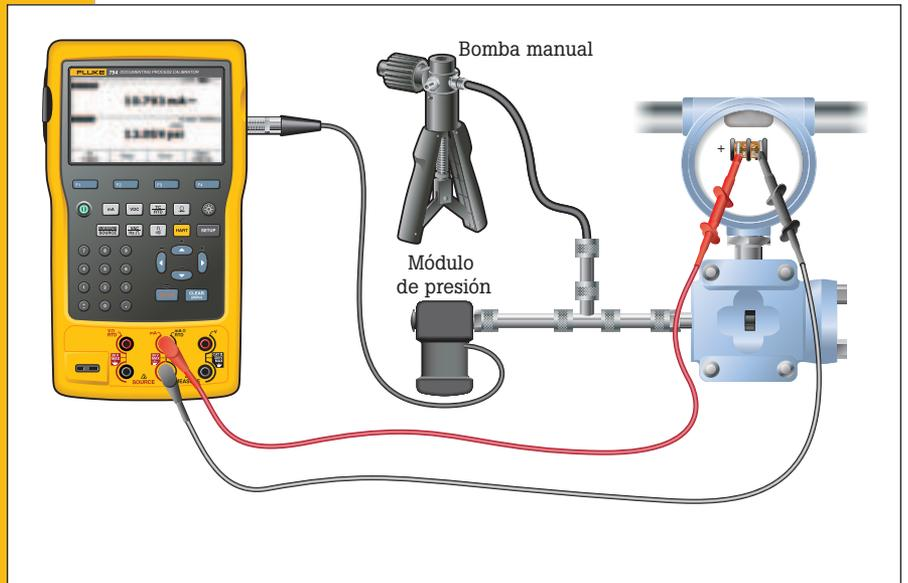

Figura 20.
- Conecte el módulo de presión al DPC. Conecte la entrada del P a I y la salida de una bomba manual de presión a la entrada del módulo de presión con un conector en T (Figura 20). Si está utilizando un módulo de presión diferencial, asegúrese (para este ejemplo) de que se trata de un módulo de 15 psi y conéctelo a la entrada que tiene la etiqueta "H".
- Conecte desde el centro dos conexiones de tipo banana del DPC a la entrada del P a I donde se suministra la potencia de bucle (Figura 20).